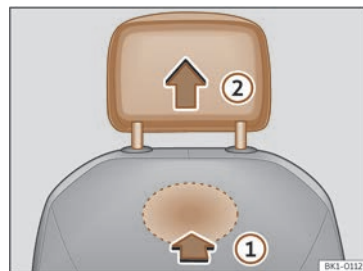

Fig. 72 Reposacaps davant: desmuntatge.
- Per desbloquejar-lo, busqueu el rebaix situat a la part posterior del respalller per la zona marcada i premeu en el sentit de la fletxa >>> **fig. 72 ①**.
- Traieu el reposacaps en el sentit de la fletxa **②**.